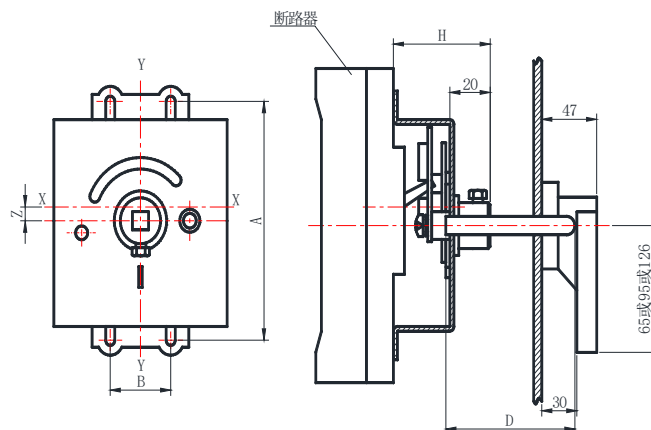

图 21
6.2.1.1 CZ2 操作机构及手柄的安装及外形尺寸见图 21、22 和表 18